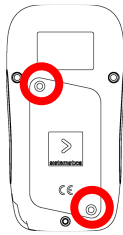

Bild 1
2. Den Batteriebehälter öffnen und die beiden Befestigungsschrauben aufschrauben (Bild 1);